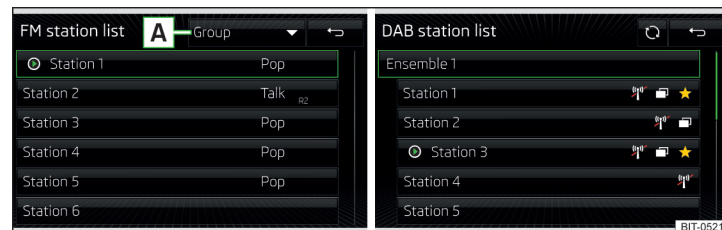
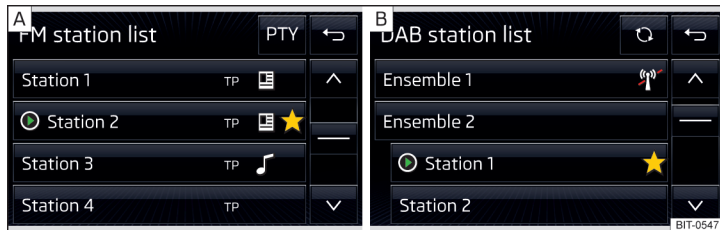

Abb. 176 Infotainment Columbus, Amundsden, Bolero: Beispiel der Liste verfügbarer FM/DAB-Sender
Abb. 177 Infotainment Swing: Beispiel der Liste verfügbarer FM/DAB-Sender (hierarchische Sortierung)
- Zur **Sortierung** (FM) der Sender in alphabetischer Reihenfolge, laut Gruppe oder Genre, die Funktionsfläche [A] » Abb. 176 antippen » [!].
- Zur **Filterung** der Sender nach dem Programmtyp (bspw. Kultur, Musik, Sport u. Ä.) in der FM¹⁾- und DAB²⁾-Senderliste die Funktionsfläche **PTY** » Abb. 177 - [A] antippen.
- ▶ Zur **manuellen** Aktualisierung die Funktionsfläche ⊞ » Abb. 176 bzw. » Abb. 177 antippen.